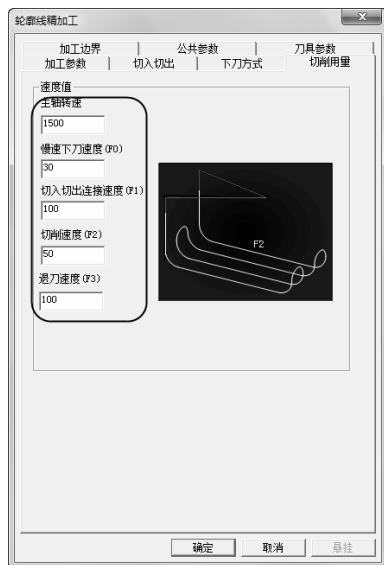

图 2-68 “切削用量”选项卡
4) 单击“切削用量”选项卡，设置“主轴转速”、“慢速下刀速度”、“切入切出连接速度”、“切削速度”、“退刀速度”，具体参数数值如图 2-68 所示。